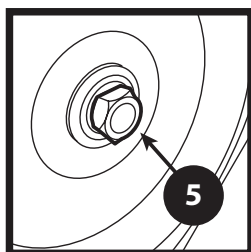

FIGURE 3
5. Vérifier si l'écrou fixe solidement la roue de contact à son montage. S'assurer que cet écrou est serré à un couple de 1,4 – 2 kg-mètres. (Figure 3)